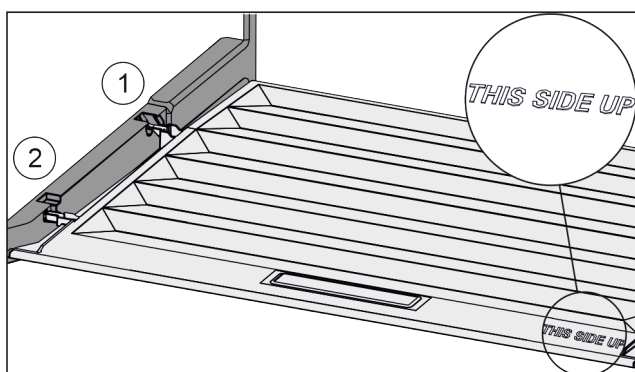

Fig. 85
- ▶ Anbring dækslets tæppe over åbningen i den bageste holder Fig. 85 (1), og lad dem gå i indgreb i forreste holder Fig. 85 (2).